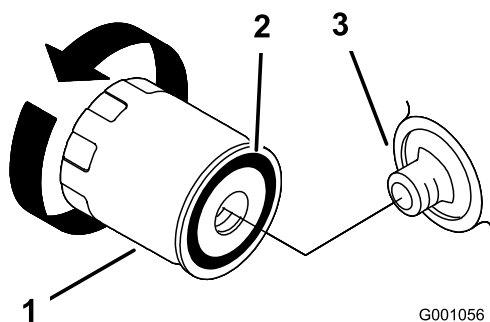

Рисунок 49
- Снимите старый фильтр и протрите поверхность прокладки переходника фильтра (Рисунок 49).
- Нанесите тонкий слой свежего масла на резиновую прокладку нового фильтра (Рисунок 49).
- Установите сменный масляный фильтр на переходник фильтра, поверните масляный фильтр по часовой стрелке, пока резиновая прокладка не войдет в контакт с переходником фильтра, после этого затяните фильтр, повернув его еще 2/3 – 1 оборот (Рисунок 49).